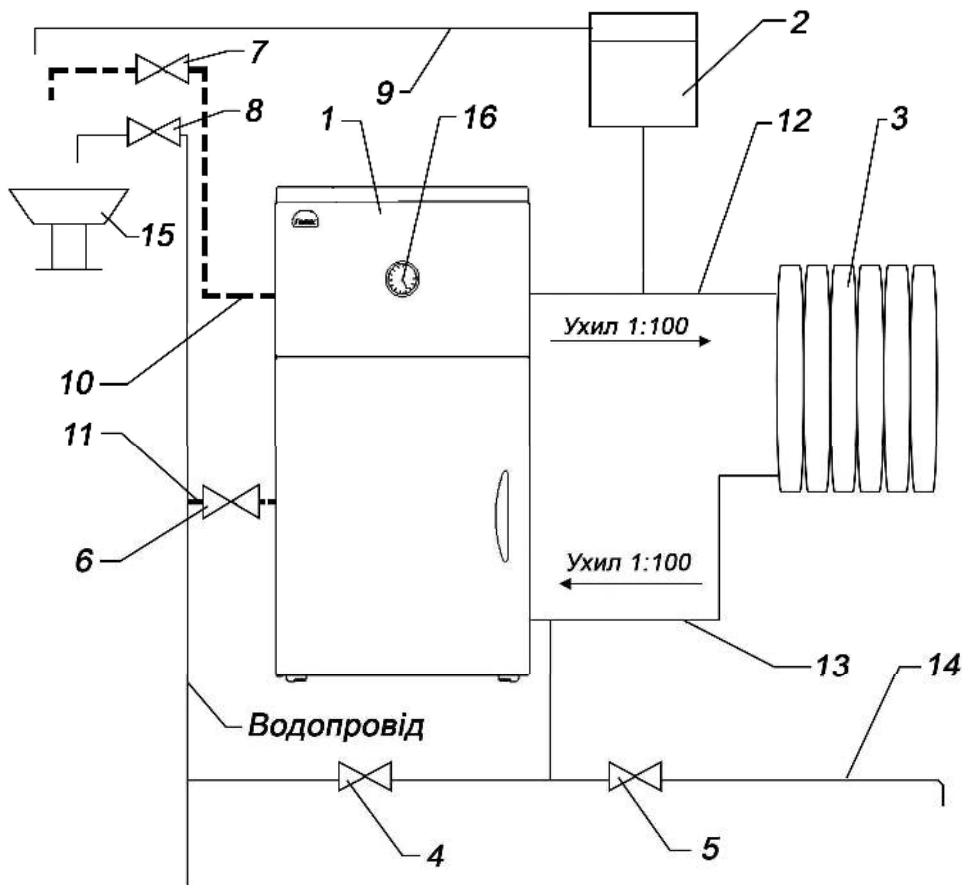
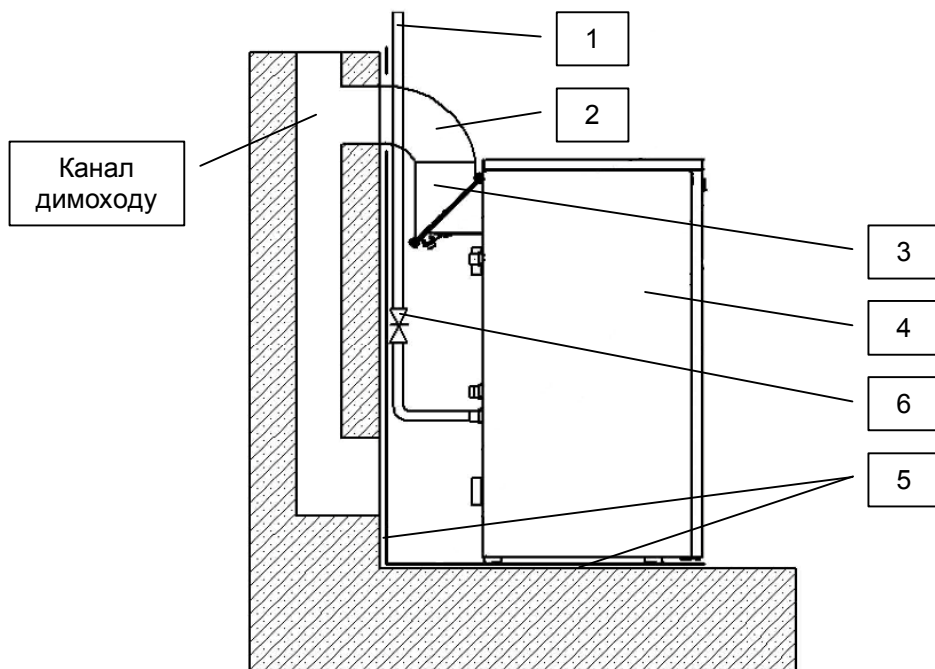

Рис.3 – монтаж апаратів АОГВ і АКГВ
Рис.4 - схема підключення апарата до газопроводу і димоходу
Ізоляція (поз.5, рис.4) передбачається від підлоги і повинна виступати за габарити апарата на 10 см з кожного боку і 70 см зверху.
При установці апарата на підлогу з дерев'яним покриттям, остання повинна бути ізольована негорючими матеріалами - ізоляцією (поз.5, рис.4), яка виступає за габарити апарата на 10 см.
6.7 Приєднайте апарат до димоходу, газопроводу (рис.4) і трубам системи опалення (рис.3).
На газопідвідній трубі перед апаратом обов'язково повинен бути встановлений газовий вентиль (поз.6, рис.4), який перекриває доступ газу до апарата. Сполучні труби трубопроводів повинні бути точно підігнані до місця розташування вхідних патрубків апарата.
6.8 Заповніть систему опалення і апарат водою від водопровідної мережі повільним відкриттям підживлювального вентиля (поз.4 рис.3). Контроль заповнення системи здійснюється по сигнальній трубі (поз.9 рис.3).
Категорично забороняється установка запірного вентиля на подаючій магістралі холодної води контура опалення (поз.12, рис.3).
- наявність тяги в каналі димоходу (рис.4);